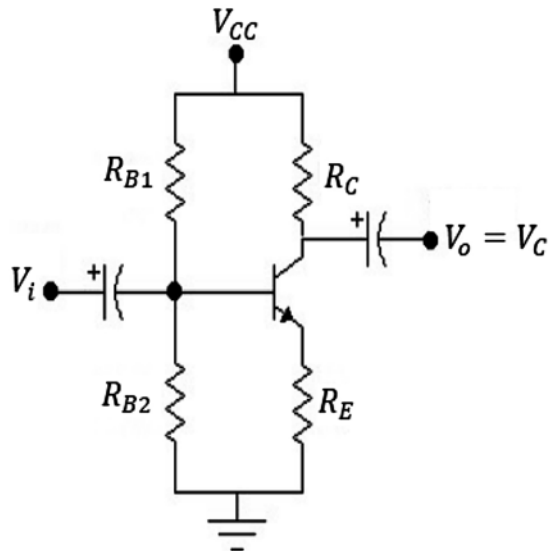

Figura 4.61 Diseño de circuitos con transistores. Fuente: Elaboración propia
- c) Diseñar el circuito según la figura 4.61 de modo que $V_{CE} = 4V$ (mida o consulte el β del transistor).